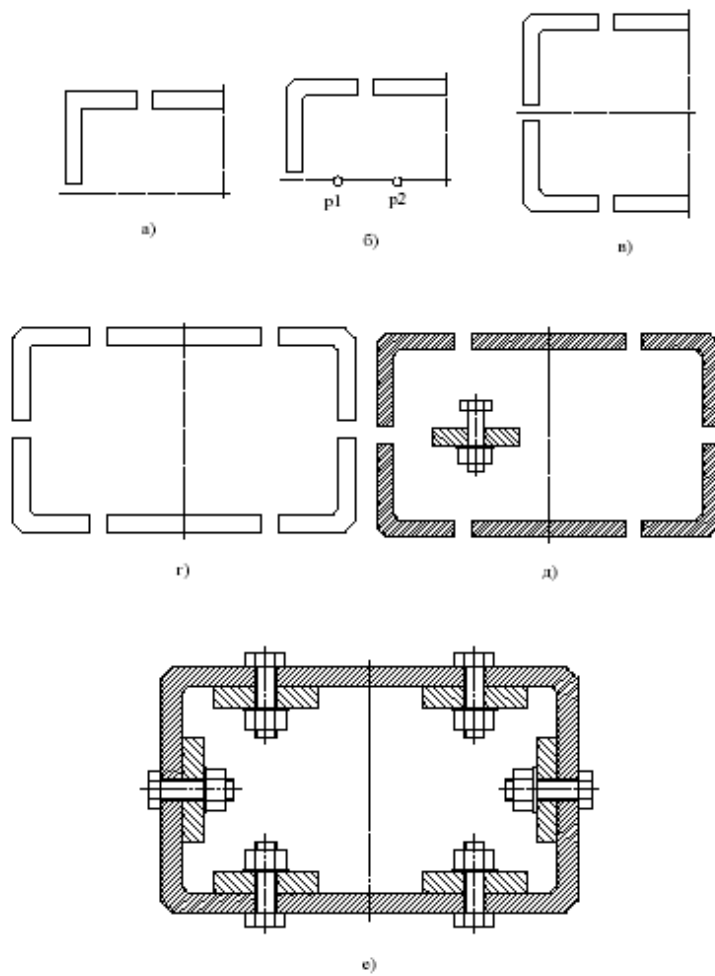

Рис. 1. Последовательность выполнения задания
2. Изобразить четвертую часть корпусной детали (рис. 1,а).
3. Выполнить изображение фаски (рис. 1,б). Выбрать отрезки, между которыми строится фаска.
4. Построить симметричные изображения четверти (рис. 1, в), а затем половины корпусной детали (рис. 1, г).
6. Вставить из библиотеки стандартных графических объектов изображение соединение болтом. В окне **Болт Гайка Шайба** задать диаметр и высоту пакета (рис. 1, б).
7. Изобразить пластину в разрезе с углом штриховки 135° (рис. 1, д).
8. Вставить изображения болтом в соответствующие места сборочного чертежа с различным углом вставки (рис. 1, е).